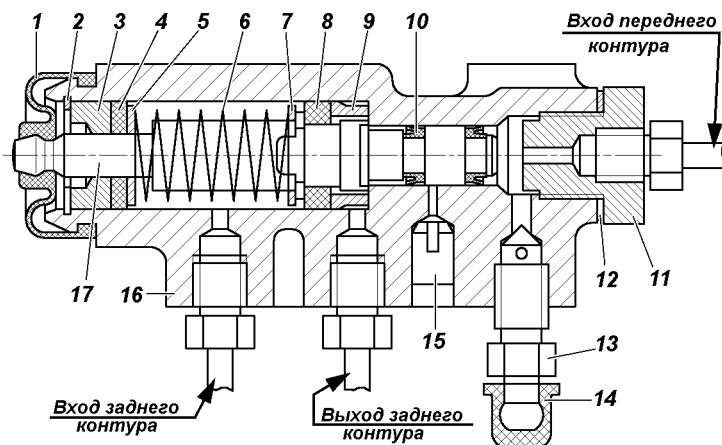

Рис. 9.24. Регулятор давления:
Регулятор давления. На автомобилях, не оснащенных антиблокировочной системой тормозов, устанавливается регулятор давления (рис. 9.24), который обеспечивает оптимальное распределение тормозных сил по осям автомобиля и не допускает блокировку задних колес раньше передних. При обслуживании проверяйте работоспособность регулятора давления. Очищайте регулятор от грязи и проверяйте надежность его крепления. Внешним осмотром убедитесь, что регулятор и детали его привода не имеют повреждений, отсутствуют подтекания тормозной жидкости и люфты в соединении стойки с упругим рычагом и кронштейном на заднем мосту.
При нажатии на педаль тормоза поршень 17 (рис. 9.24) регулятора давления должен выдвинуться из корпуса на 1,7 - 2,3 мм. Отсутствие хода поршня, а также его недостаточный или чрезмерный ход свидетельствует о неисправности регулятора или его привода.
3. Заверните болт 3 до соприкосновения его с хвостовиком поршня 17 (рис. 9.24) регулятора.